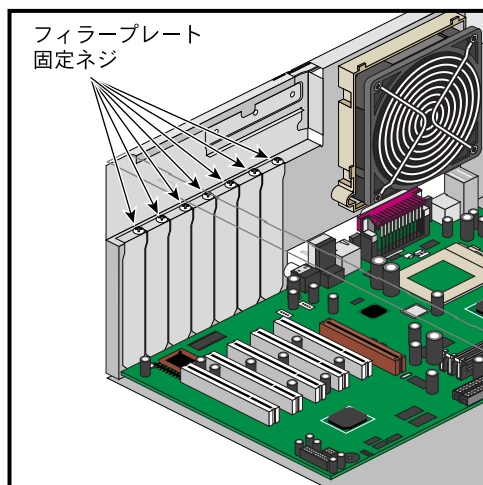

図2-19 拡張スロットのフィラープレート用固定ネジの場所
- 図2-19に示す固定ネジをしっかり締めます。
- 図2-19に示す固定ネジを取り外します。